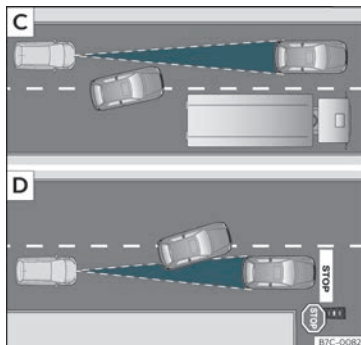

Fig. 155 **C)** Cambio de carril dun vehículo. **D)** Vehículo xirando e outro detido.
- Vehículos que cambien ao carril polo que vostede circula a pouca distancia do seu vehículo >>> **fig. 155 C)**.
O ACC pode non reaccionar ante vehículos parados. Se por exemplo, un vehículo detectado polo ACC xira ou se afasta e diante do mesmo atópase un vehículo parado, o ACC non reaccionará ante este»» fig. 155 [D].